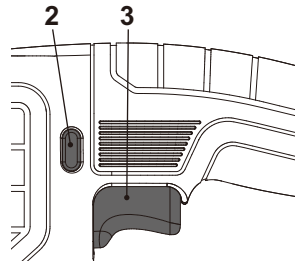

Fig. 9
- > Ligue o produto pressionando o interruptor ligado/desligado (3) (Fig. 9).
- > Desligue o produto soltando o interruptor ligado/desligado (3) (Fig. 9).